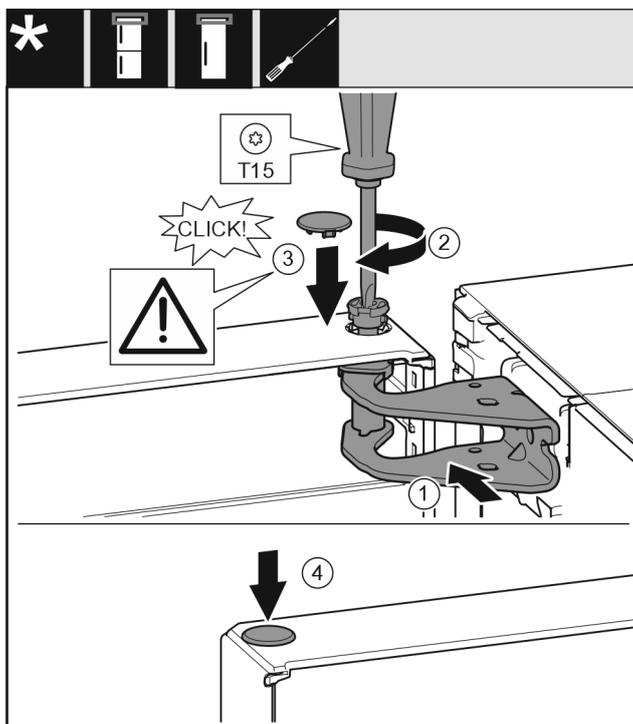

Fig. 21
- Orienter la porte en haut pour l'ouverture dans le support de palier. Fig. 21 (1)
- Insérer l'axe Fig. 21 (2) et le serrer avec un tournevis.
- Monter le cache de fixation Fig. 21 (3) pour sécuriser la porte : mettre le cache de fixation en place et vérifier qu'il repose bien sur la porte. Sinon, insérer complètement l'axe.
- Mettre le cache Fig. 21 (4) en place.